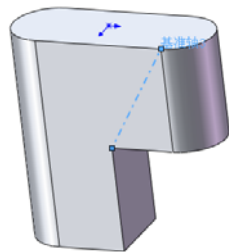

图 4-30 创建的基准轴 3
(3) 确认创建的基准轴。单击“基准轴”属性管理器中的 (确定) 按钮, 以两顶点的交线创建的基准轴 3 如图 4-30 所示。